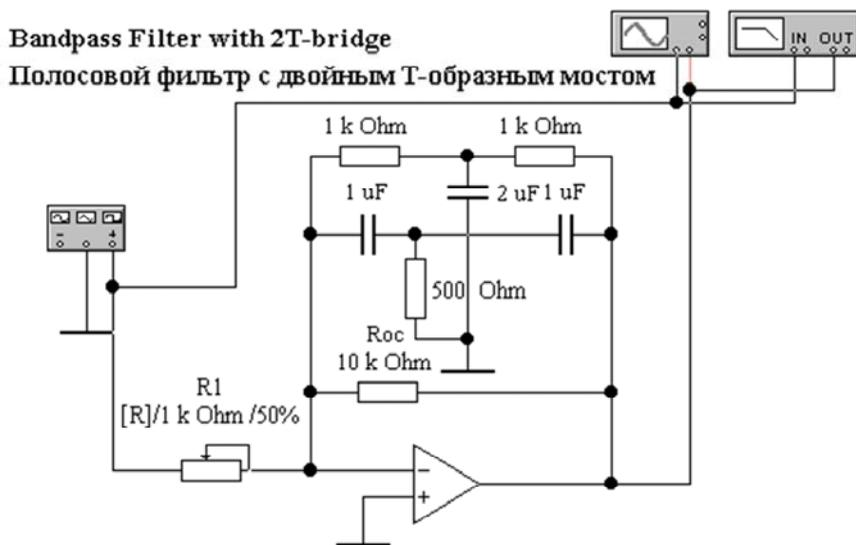

Рис. 9.12. Избирательный усилитель с двойным T -образным мостом (файл **banda10.ewb**)
12. Исследовать избирательный усилитель с двойным T -образным мостом в качестве обратной связи (файл **banda10.ewb**, рис. 9.12).